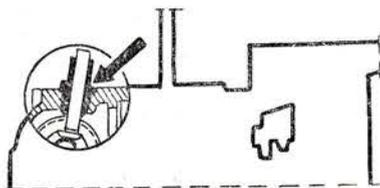

Рис. 9
6. Поставить в отверстия на картере направляющие втулки с толкателями (рис. 9), надеть на шпильку держатель втулок (траверзу) и торцевым ключом с воротком завернуть гайку на шпильке.